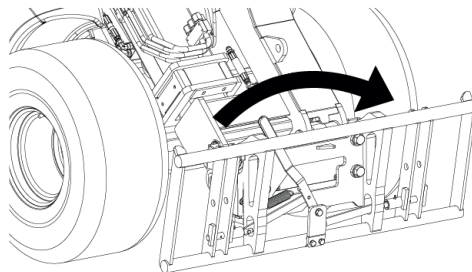

Bild 1: Låsstift
- b) På modellen med snabbblåsning, dra manöverspaken till öppet läge, såsom visas på bild 1.